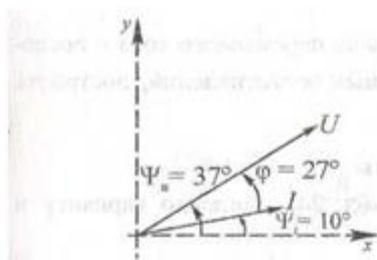
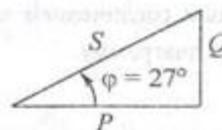

Рис. 33.2
Рис. 33.3
2. Построить векторную диаграмму тока и напряжения (рис. 33.2) и треугольник мощностей (рис. 33.3) для рассчитанной цепи.